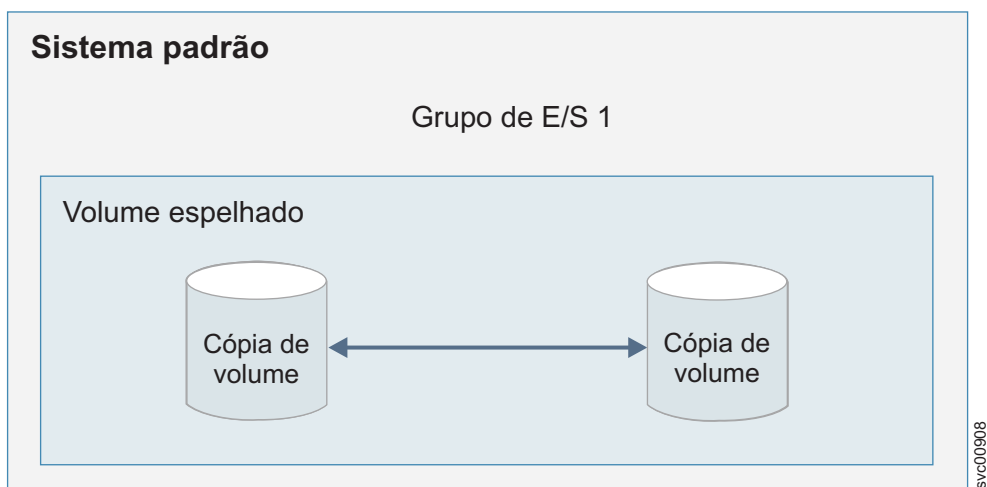

Figura 4. Exemplo de volumes espelhados
- *Volumes espelhados*, em que as cópias do volume podem estar no mesmo conjunto de armazenamentos ou em conjuntos de armazenamentos diferentes. Como a Figura 4 mostra, o volume é armazenado em cache em um único grupo de E/S. Normalmente, os volumes espelhados são estabelecidos em uma topologia do sistema padrão.